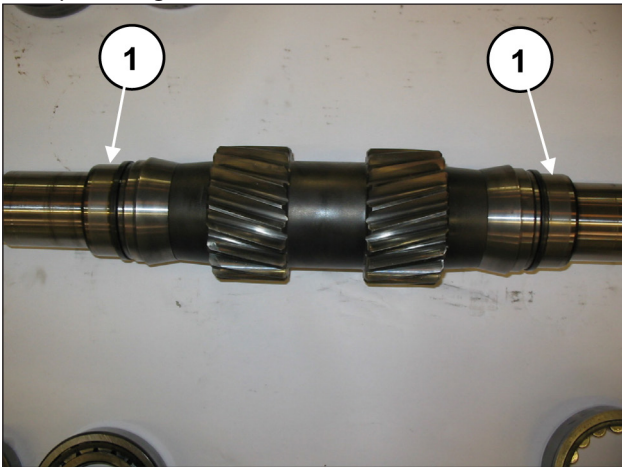

Fig. 52
Premontare l'albero PTO: inserire sull'albero PTO i 2 anelli interni dei cuscinetti (uno per lato) (pos. ①, Fig. 52).